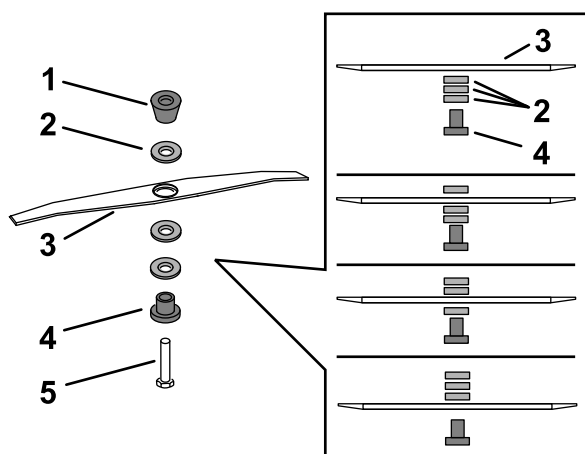

Figura 42
5. Utilize a chave fornecida com a máquina para remover a lâmina rodando o parafuso da lâmina no sentido contrário ao dos ponteiros do relógio (Figura 42).